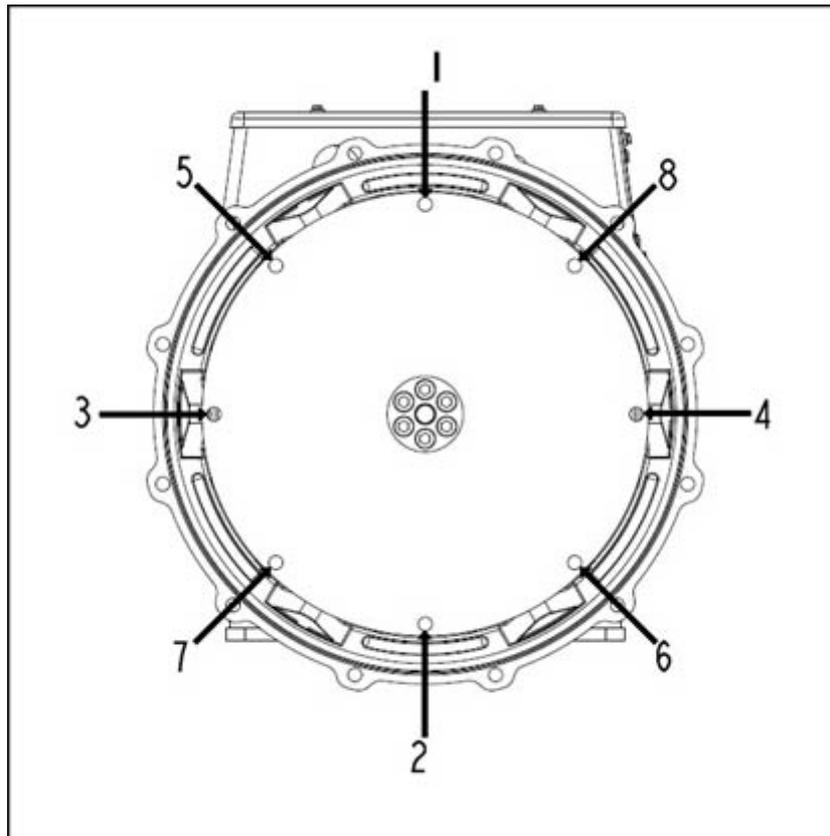

FIGURA 11. SEQUENZA DI FISSAGGIO AL VOLANO
10. Serrare i bulloni che fissano il disco di accoppiamento al volano, nella sequenza indicata in Figura 11 a pagina 30.